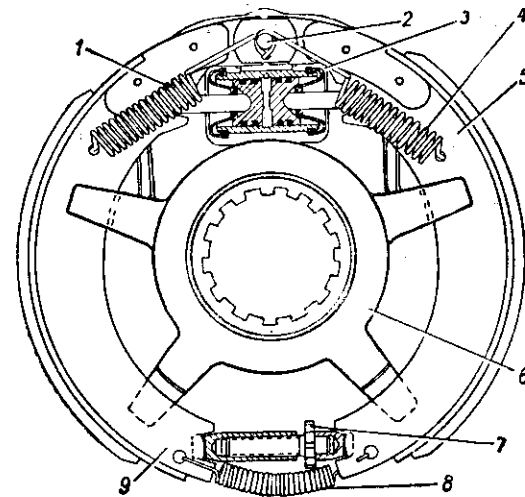

Рис. 49. Тормозной механизм правого колеса:
Тормозные колодки 9 и 5 (рис. 49) прижимаются пружинами 1 и 4 к опорному пальцу 2. Нижние концы колодок пружиной 8 прижимаются к регулировочному механизму. В корпус регулировочного механизма ввернут винт 7 со звездочкой. Пружина 8 не позволяет звездочке проворачиваться.
- регулировочным винтом 7 (см. рис. 49) раздвиньте колодки до их соприкосновения с тормозным барабаном;